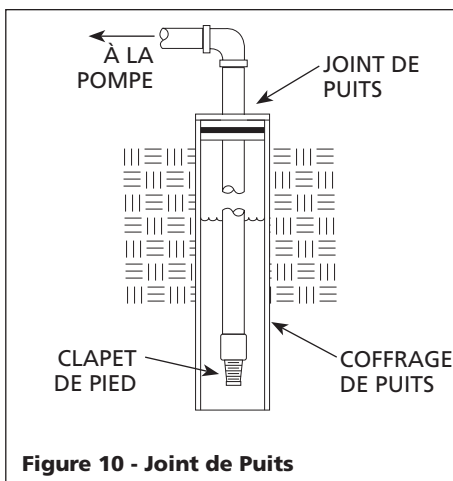

Figure 10 - Joint de Puits
1. Installer un clapet de pied sur la première section de tuyau (Figure 10).